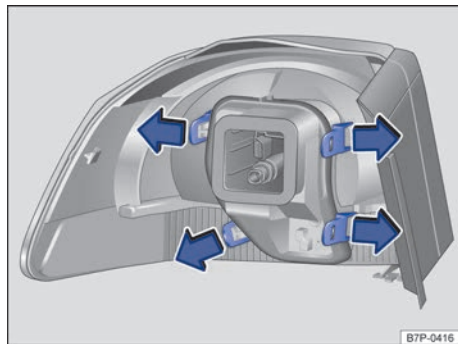

Fig. 247 Grupo óptico trasero en la carrocería: desmontaje del portalámparas.
7. Presione las pestañas de bloqueo del portalámparas → fig. 247 en el sentido de las flechas y retire el grupo óptico trasero.
11. Coloque el portalámparas en el grupo óptico trasero. Las pestañas de bloqueo → fig. 247 tienen que encastrar de forma audible.